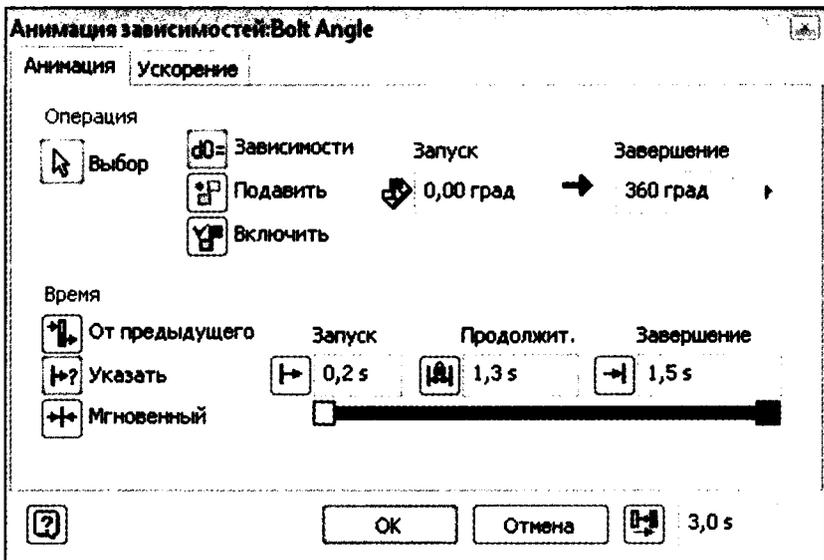

Рис. 13.20. Анимация зависимостей
5. В диалоговом окне установите значение завершения **360 градусов**, щелкните по кнопке **Указать** в группе **Время** и установите Запуск – **0,2**, Завершение – **1,3**, как показано на рис. 13.20.